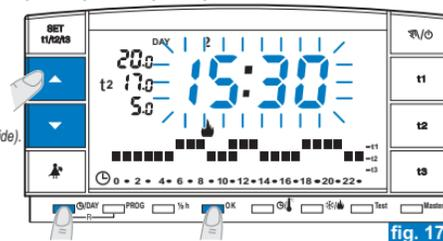

fig. 17
- Modifier l'heure et les minutes (si besoin) en utilisant les touches ▲ ▼ (fig. 17).